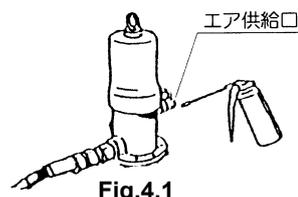

Fig.4.1
- 2). エア供給口に Fig.4.1 のように潤滑油を数滴（約 0.5 ml）注入します。